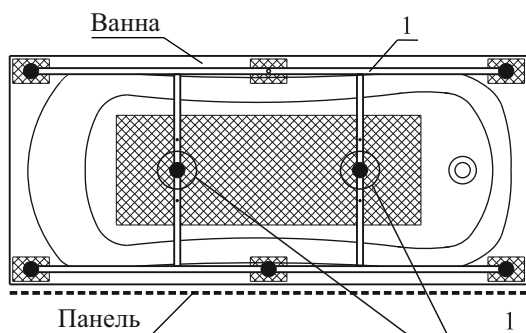
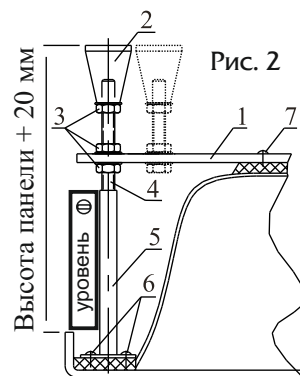

Рис. 1
Рис. 2
4. Перевернуть ванну вверх дном, положить на мягкую подстилку, по рис. 1, равномерно по сторонам расположить раму (поз. 1) на дне ванны.
5. Собрать ножки (поз. 5) со шпильками (поз. 4) и пластмассовыми опорами (поз. 2) по схеме «стойка», либо «колени» по рис. 2. Проверить вертикальность установки уровнем либо отвесом (рис. 2). Средняя ножка устанавливается со стороны панели (рис. 1).
6. Прикрепить саморезами 4,2 x 13 (поз. 6) ножки (поз. 5) к борту ванны (рис. 2).
7. Прикрепить саморезами 3,5 x 35 (поз. 7) раму (поз. 1) ко дну ванны (рис. 2).
8. Установить дополнительные опоры, в центре, под дном ванны (рис. 1).
9. Перевернув ванну, отрегулировать опоры под высоту панели + 20 мм (рис. 2).